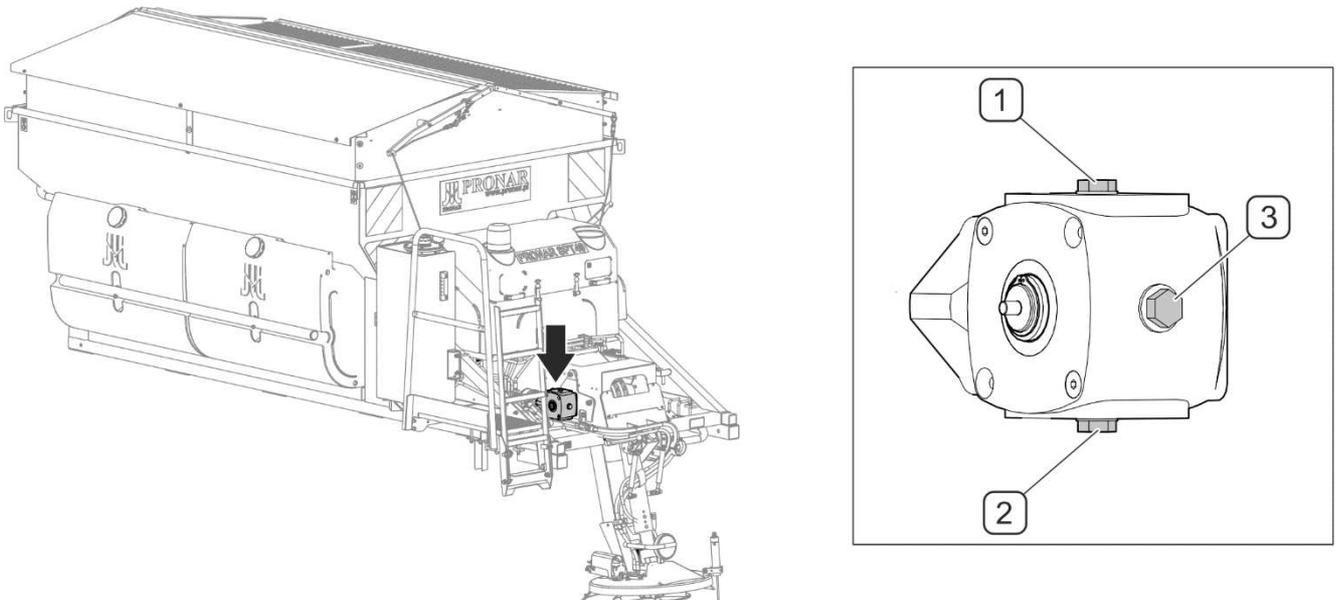

ABBILDUNG 5.8 Ölwechsel im Getriebe des Förderbandantriebs
- Die Öleinfüllschraube (1) herausschrauben (ABBILDUNG 5.8).
- Die Ablassschraube (2) herausschrauben und das Öl in einen zuvor vorbereiteten Behälter ablassen,
- Die Ablassschraube (2) einschrauben und frisches Öl durch die Einfüllöffnung (1) einfüllen.
- Die Entlüftung im Deckel (1) auf freien Durchgang prüfen und falls erforderlich reinigen.
- Den Verschluss (1) wieder einschrauben.